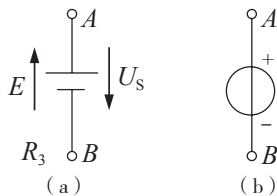

图 1-14 电动势标注方法
电动势的实际方向规定为在电源内部由低电位 (负极) 指向高电位 (正极)，即电位升高的方向，与电源电压的实际方向相反，标注如图 1-14 所示，参考方向也可用箭头、双下标或“+”、“-”极性表示。
(1) 电源端电压 U_s 反映的是电场力在外电路将正电荷由高电位点（正极）移向低电位点（负极）做功的能力。电动势 E 反映的是电源力将电源内部的正电荷从低电位点（负极）移向高电位点（正极）做功的能力。
(2) 若不考虑电源内损耗，则电源电动势在数值上与它的端电压相等，但实际方向相反，即 $E = -U_s$ ，如图 1-14 所示。
(3) 电源对电路的作用效果可以用电动势来表示，也可以用电压来表示，电动势 E 和电压 U_s 反映的是同一件事。所以，在很多情况下，常常不用电动势 E 而是用电源正负极之间的电压来表示电源的作用效果。